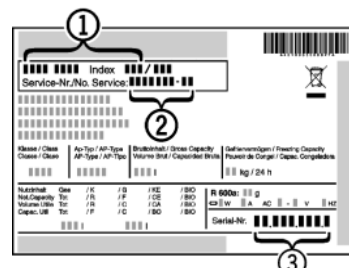

Fig. 15
- ▶ Ierīces nosaukumu *Fig. 15 (1)*, servisa Nr. *Fig. 15 (2)* un sērijas Nr. *Fig. 15 (3)* nolasiet no datu plāksnītes. Datu plāksnīte atrodas ierīces iekšpusē pa kreisi.
- ▶ Informējiet tehniskās apkopes dienestu un paziņojiet par bojājumu, ierīces nosaukumu *Fig. 15 (1)*, servisa Nr. *Fig. 15 (2)* un sērijas Nr. *Fig. 15 (3)*.